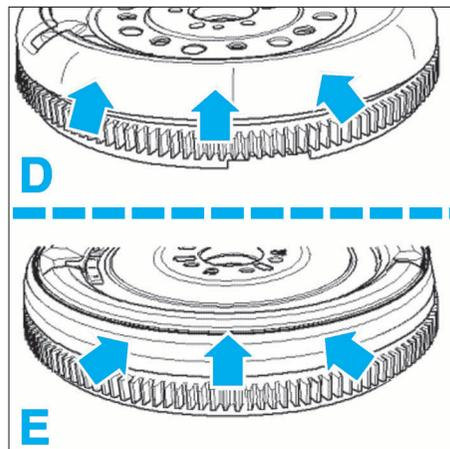

FIG. 2
L'embrayage Sachs (D) possède un contour rond alors que l'embrayage LuK possède une moulure et un contour carré (E) (Fig.2).